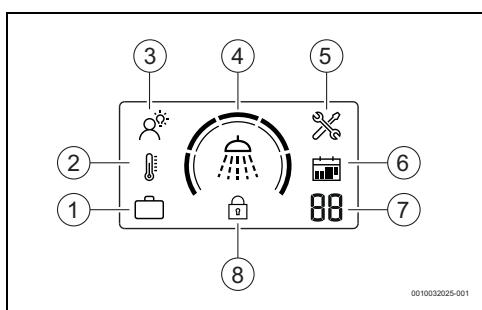

Fig. 5 Visor
- ▶ Pressionar a tecla até aparecer o modo SMART no visor (→ Fig. 5 [3]).
- ▶ Pressionar a tecla até aparecer o modo MANUAL no visor (→ Fig. 5 [2]).
- ▶ Pressionar a tecla até aparecer o modo Férias no visor (→ Fig. 5 [1]).
- ▶ Pressionar a tecla para definir o número de dias de férias pretendido (→ Fig. 5 [7]).
Esta função bloqueia o painel de comandos (→ Fig. 5 [8]).